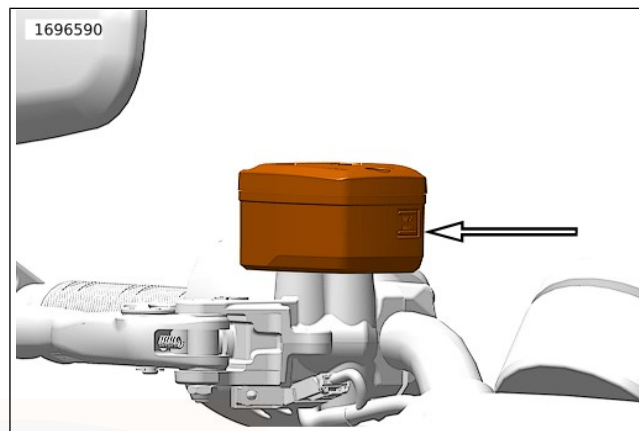

Abbildung 59. Füllstand des Vorderrad-Hauptbremszylinderbehälter
2. **Vorne:** Siehe Abbildung 59. Den Füllstand an der Seite des vorderen Behälters prüfen. Der Füllstand muss die Mindestmarkierung erreichen oder darüber liegen.